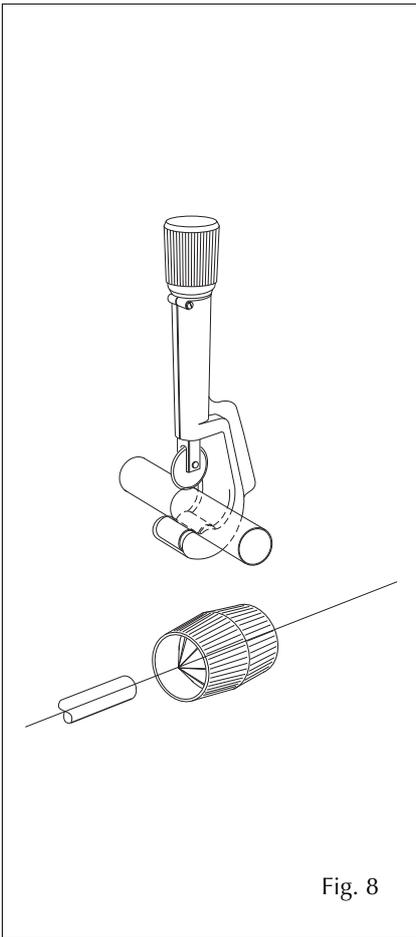

Fig. 8
- tagliare i tubi di rame a misura con un tagliatubi (fig. 8); i tubi devono essere perfettamente puliti (almeno internamente);